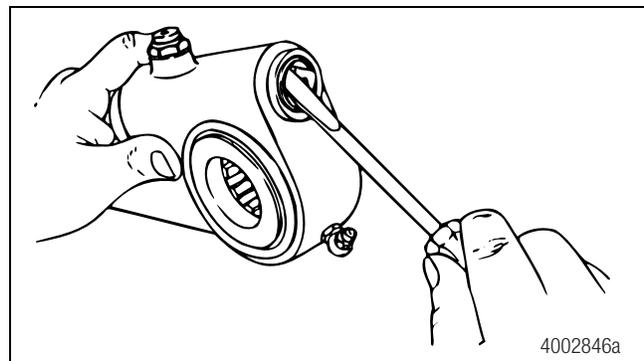

Figure 3.17
8. Utiliser un petit tournevis pour retirer la graisse autour de l'alésage de la vis sans fin. Figure 3.17. Jeter la bague d'étanchéité. Utiliser une bague d'étanchéité neuve lors du remontage du dispositif de rattrapage de jeu.